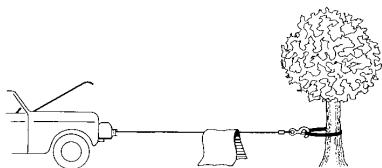

Figura 4
9. Ponga una frazada pesada o un abrigo sobre el cable de alambre cerca del extremo del gancho cuando tire de una carga pesada (Figura 4). En el caso de que el cable de alambre falle, la tela actuará como atenuador para evitar que el cable de alambre latiguee. Levante la tapa del motor de su vehículo para aumentar la seguridad.